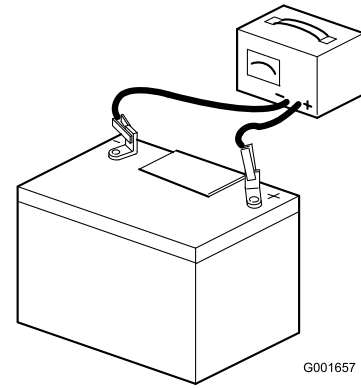

Figura 33
2. Conecte un cargador de batería de 3 a 4 amperios a los bornes de la batería (Figura 33). Cargue la batería a un ritmo de 3 a 4 amperios durante 4–8 horas.